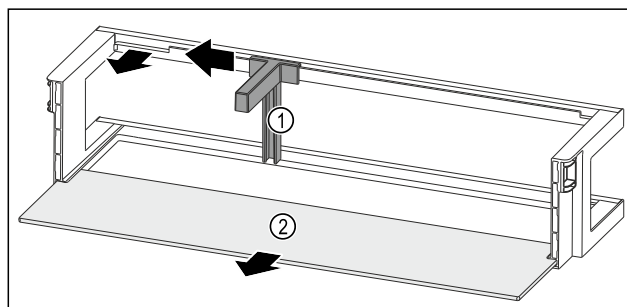

Fig. 187 Türabsteller mit Flaschenhalter und Abstellfläche
- Flaschenhalter Fig. 187 (1) bis zur Aussparung zur Seite schieben.
- Flaschenhalter Fig. 187 (1) entnehmen.
- Abstellfläche Fig. 187 (2) entnehmen.